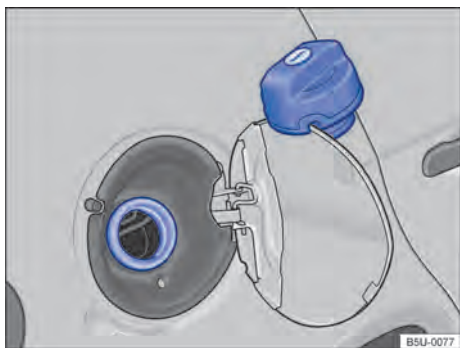

Fig. 169 Portinhola do tanque de combustível aberta com a tampa do tanque de combustível pendurada.
- Girar a tampa do tanque no sentido anti-horário e pendurá-la em cima da portinhola do tanque de combustível → Fig. 169.